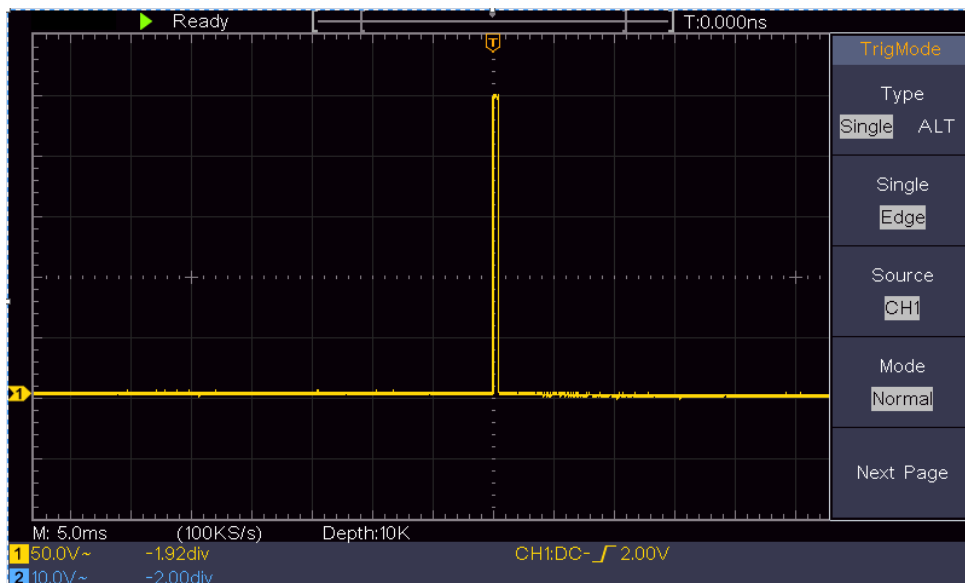

Figura 6-3 Cattura di un singolo segnale
- (2) Regolare le manopole **Vertical Scale** e **Horizontal Scale** per impostare un adeguato intervallo verticale e orizzontale per il segnale da osservare.
- (3) Premere il pulsante **Acquire** per visualizzare il menu di destra.
- (4) Nel menu di destra, seleziona **Acqu Mode** come **Peak Detect**.
- (5) Premere il pulsante **Trigger Menu** per visualizzare il menu di destra.
- (6) Nel menu di destra, selezionate **Type** as **Single**.
- (7) Nel menu di destra, seleziona **Single** as **Edge**.
- (8) Nel menu di destra, selezionate **Source** come **CH1**.
- (9) Nel menu di destra, premere **Next Page**, selezionare **Coupling** as **DC**.
- (10) Nel menu di destra, selezionare **Pendenza** come ( crescente).
- (11) Girare la manopola **Trigger Level** e regolare il livello di trigger al 50% circa del segnale da misurare.
- (12) Controllare l'indicatore di stato di attivazione sulla parte superiore dello schermo, se non è pronto, premere il pulsante **Run/Stop** e iniziare l'acquisizione, attendere che l'attivazione avvenga. Se un segnale raggiunge il livello di trigger impostato, verrà effettuato un campionamento e poi visualizzato sullo schermo. Usando questo approccio, un impulso casuale può essere catturato facilmente. Per esempio, se vogliamo trovare una sbavatura di alta ampiezza, impostare il livello di trigger su un valore leggermente superiore al livello medio del segnale, premere il pulsante **Run/Stop** e attendere un trigger. Una volta che si verifica una sbavatura, lo strumento si attiverà automaticamente e registrerà la forma d'onda durante il periodo intorno al tempo di attivazione. Ruotando la manopola **Horizontal Position** nell'area di controllo orizzontale del pannello, è possibile cambiare la posizione orizzontale di innesco per ottenere il ritardo negativo, rendendo facile l'osservazione della forma d'onda prima che la bava si verifichi (vedere *Figura 6-3*).